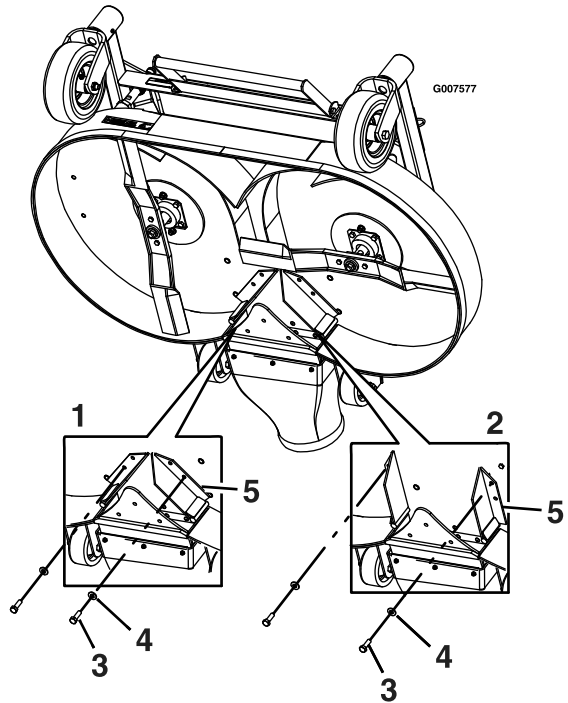

Figura 12
7. Retire el perno y la arandela en la parte delantera de cada deflector del sistema de reducción de llenado (Figura 12).